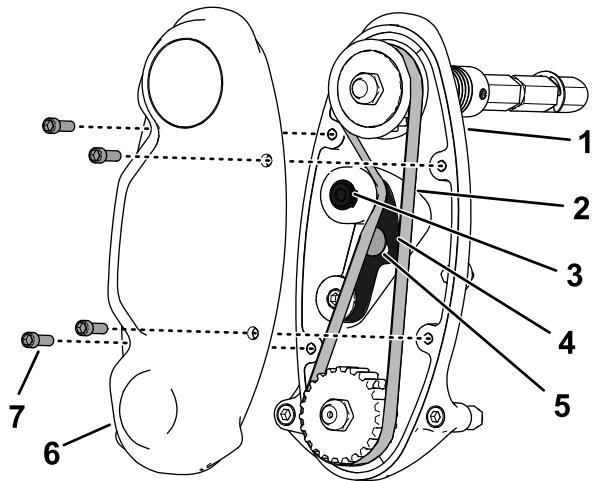

Figura 17
1. Retire la cubierta de la correa para exponer la correa (Figura 17).
2. Afloje el perno del brazo tensor y gire el brazo tensor (Figura 17) para liberar la tensión de la correa.
3. Retire la correa (Figura 17).
6. Instale la correa y tensione la correa aplicando una fuerza de entre 6 y 7 N·m en el hexágono interno del brazo tensor, tal y como se muestra en la Figura 17.